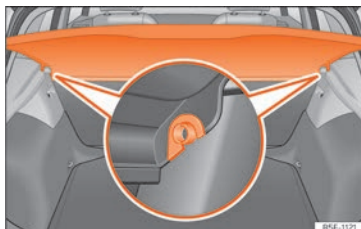

Abb. 138 Im Gepäckraum: Gepäckraumabdeckung aus- und einbauen.
- Drücken Sie die Abdeckung aus den Seitenhalterungen »» **Abb. 138** aus, indem Sie diese nach oben ziehen und herausnehmen.
- Führen Sie die Abdeckung horizontal ein, so dass das „Hufeisen“ über den Achsen der Halter »» **Abb. 138** liegt und drücken Sie die Abdeckung nach unten, bis sie einrastet.